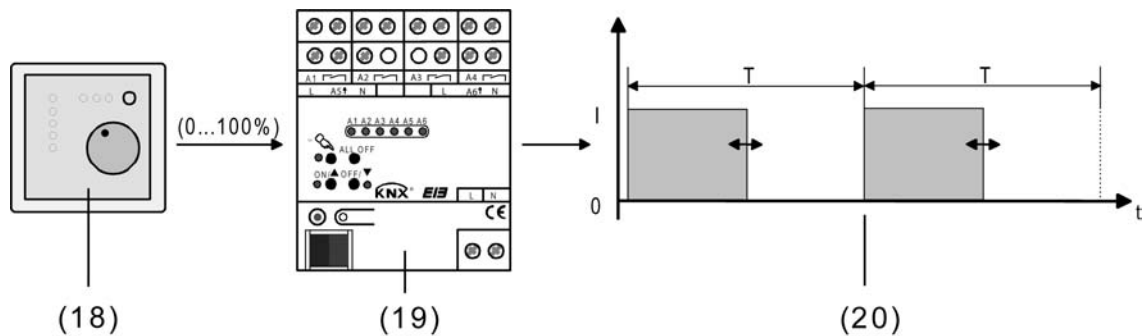

Bild 57: Stellgrößenprinzip bei stetiger Stellgröße
- (15) Raumtemperaturregler (RTR) (Stellgröße "1 Bit")
- (16) Raumaktor
- (17) Schaltendes Ausgangssignal für Ventilantriebe
Das über das 1 Byte Objekt "Stellgröße" empfangene Werttelegramm wird im Normalbetrieb durch den Aktor in ein äquivalentes pulswidenmoduliertes Schaltsignal an den Ventilausgängen umgesetzt (siehe Bild 57). Der aus dieser Modulation resultierende Mittelwert des Ausgangssignals ist unter Berücksichtigung der im Aktor einstellbaren Zykluszeit (T) ein Maß für die gemittelte Ventilstellung des Stellventils und somit eine Referenz für die eingestellte Raumtemperatur (siehe "Pulsweitenmodulation bei stetigen Stellgrößen und stetigen Soll-Ventilpositionen").